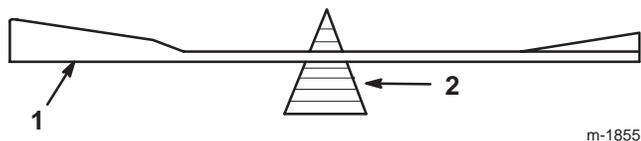

Figure 33
- Vérifiez l'équilibre de la lame en la plaçant sur un équilibreur (Fig. 33). Si la lame reste horizontale, elle est équilibrée et peut être utilisée. Si la lame est déséquilibrée, limez un peu le dos de la lame. Répétez la procédure jusqu'à ce que la lame soit équilibrée.